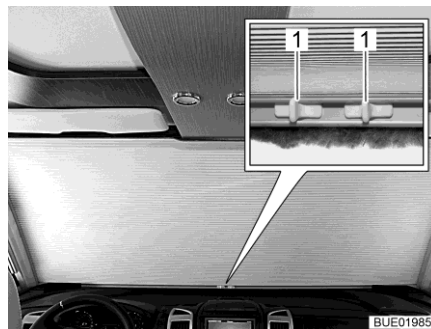

Bild 10 Manuell mörkläggningsgardinen för vindrutan
- Tryck ihop handtagen (Bild 10,1).